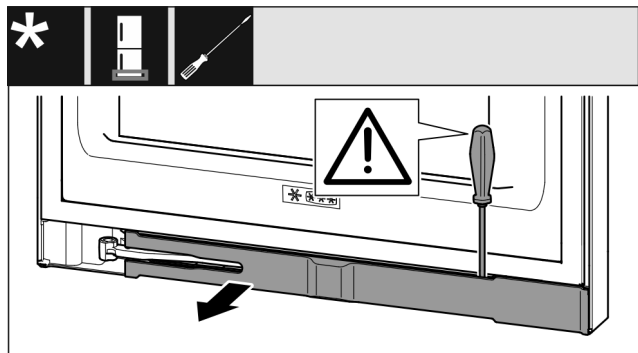

Fig. 13
- ▶ Lossa panelen med hjälp av en spårskruvmejsel och vrid den åt sidan *Fig. 13 ()*.